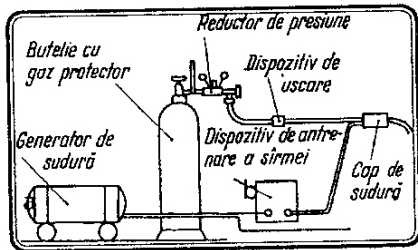

Fig. 1
- d. Fig. 1 – sudare în mediu de gaze protector